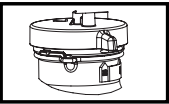

Figura 9
2. Gire el indicador de la tapa hacia la posición de encendido "On" para aplicar el jabón (Figura 9).